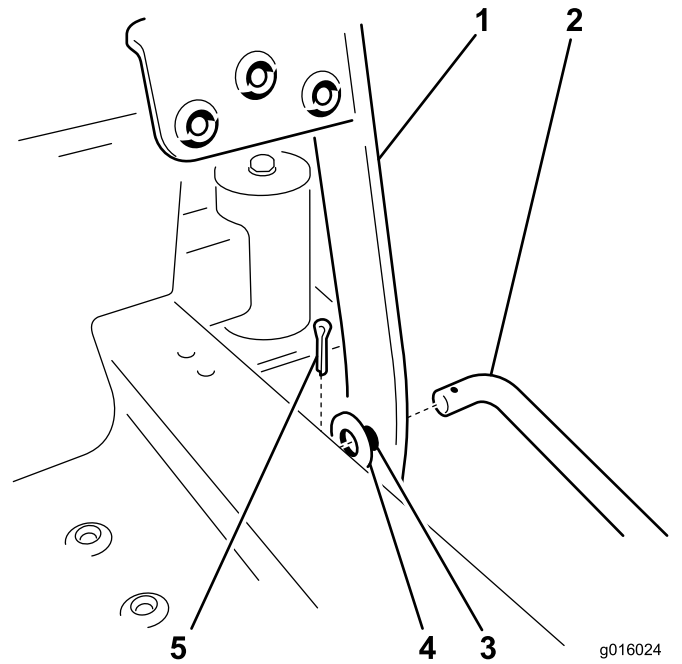

Figura 7
3. Fissate il pedale con una rondella piana (DI 17/32 pollici) e una coppiglia (Figura 7).
4. Nella parte anteriore della macchina, inserite l'estremità incurvata dell'asta di sollevamento nel foro piccolo del braccio del pedale (Figura 7).